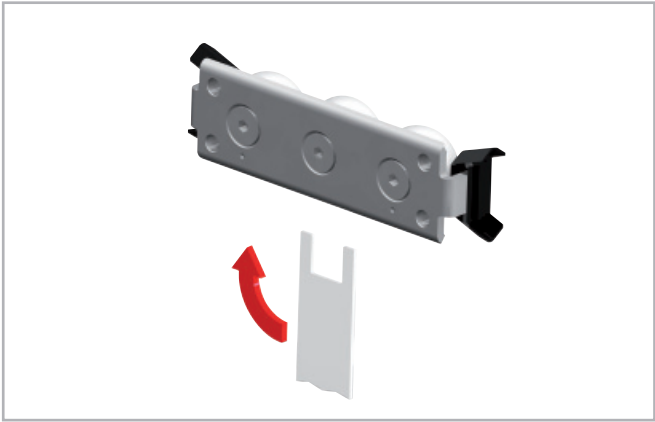

图. 28
- 安装使用调整扳手在滑轨和滑块之间插入六边形或方形轴来调节偏心销 (见图28)